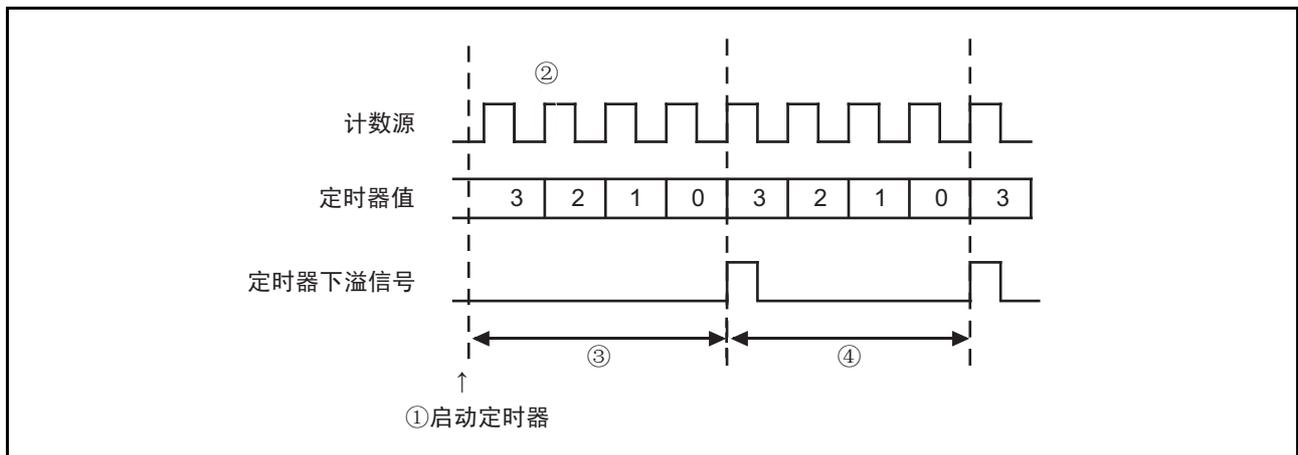

图 30 定时器的计数开始时序和运行开始时的计数时间（T1 和 T2）
在定时器1和定时器2开始运行（图30①）后，从计数源下降后的上升沿（图30②）开始计数。根据定时器和计数源的运行开始时序，计数开始后的第一次下溢的时间（图30③）不同于以后的下溢时间（图30④）。